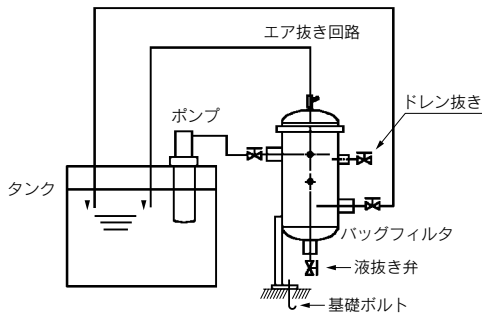

図1.回路例(循環ろ過回路)
- ① フィルタに圧力および流量の変動負荷の少ない回路で使用してください。(図1.参照)